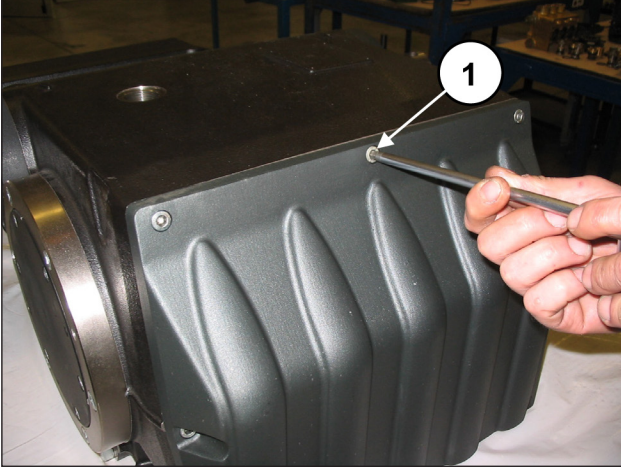

Fig. 10
Solte os parafusos de fixação da cobertura do carter (pos. ①, Fig. 10) e remova-o. Retire o anel circular e substitua-o, se for necessário.